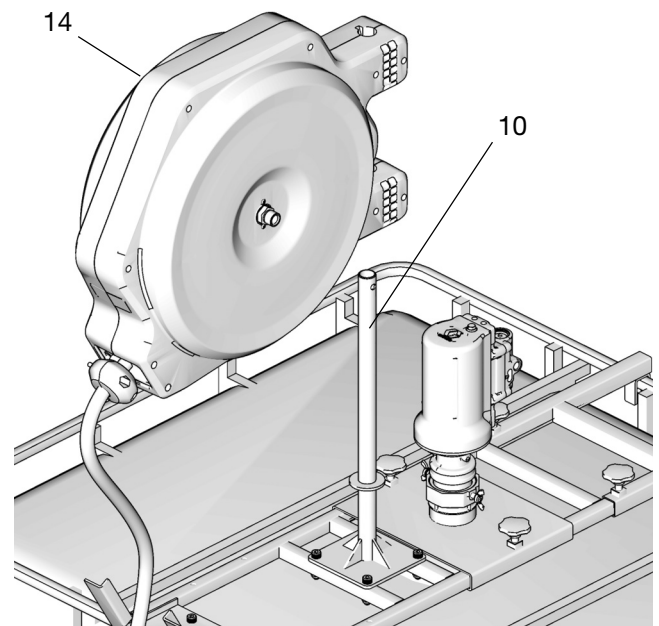

FIG. 17
3. Installer l'enrouleur de flexible (14) sur son support (10) (FIG. 17).